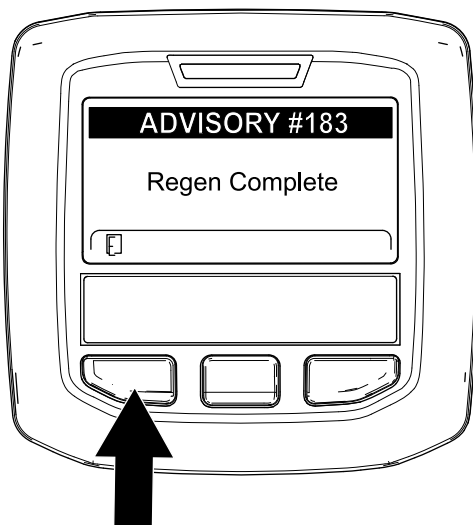

Bild 68
9. Wenn der Motorcomputer eine geparkte Regenerierung oder eine Wiederherstellung-Regenerierung abschließt, wird im InfoCenter ADVISORY #183 (Bild 68) angezeigt. Drücken Sie die linke Taste, um den Begrüßungsbildschirm anzuzeigen.
Hinweis: Wenn die Regenerierung nicht abgeschlossen wird, wird im InfoCenter „Advisory #184“ (Bild 68) angezeigt. Drücken Sie die linke Taste, um den Begrüßungsbildschirm anzuzeigen.